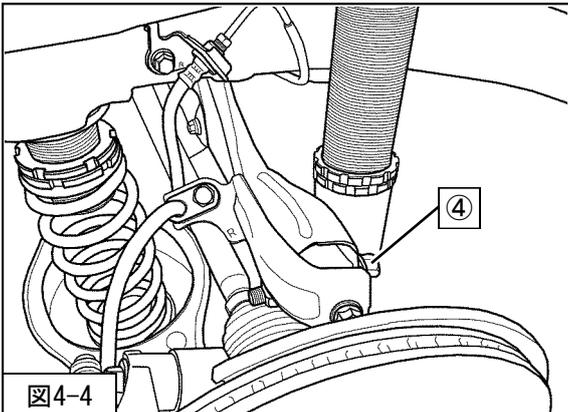

図4-4
④アッパーアーム取付ボルト・ナット (締付トルク: 73N・m) を取付けてください。(図4-4)